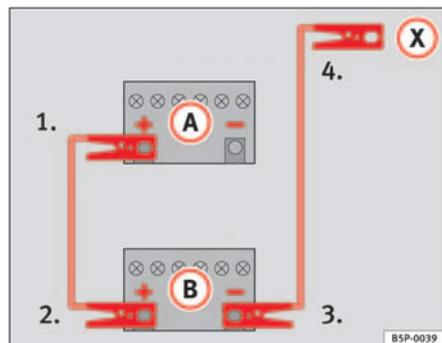

Fig. 193 Schema per il collegamento dei cavi per l'avviamento di emergenza
Nella ⇒ fig. 193 **A** indica la batteria scarica, e **B** la batteria carica.
- 1. Collegare un'estremità del cavo rosso al polo positivo ⇒ fig. 193 (+) del veicolo con la batteria scarica ⇒ ⚠.
- 4. Collegare l'altra estremità del cavo nero (X) al monoblocco del motore del veicolo con la batteria scarica oppure ad un elemento metallico massiccio annesso al monoblocco e comunque non nelle immediate vicinanze della batteria ⇒ ⚠.